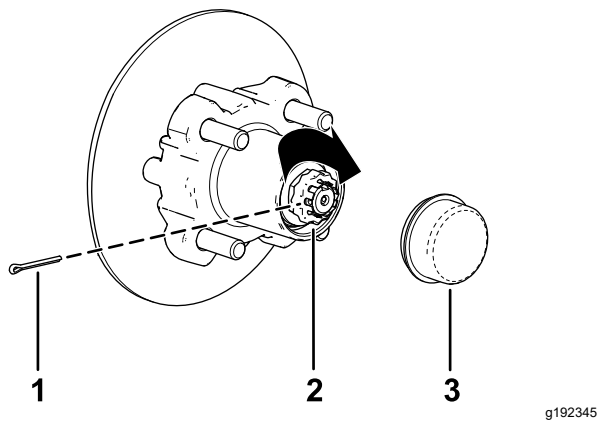

Bild 26
8. Befestigen Sie den Halter über der Mutter und prüfen Sie die Ausfluchtung des Schlitzes im Halter und dem Loch in der Spindel für den Splint (Bild 26).
9. Setzen Sie den Splint ein und biegen Sie jeden Abschnitt um den Halter (**Bild 26**).
10. Setzen Sie den Staubdeckel auf die Radnabe (**Bild 26**).